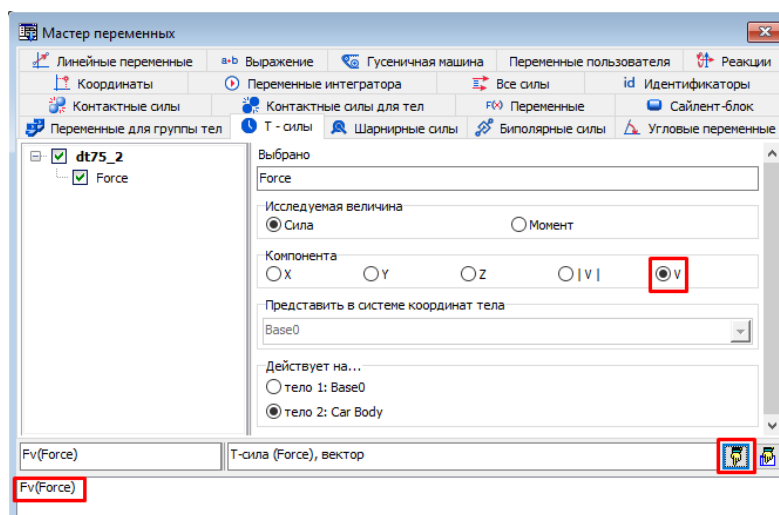

Рис. 26. Окно мастера переменных: добавление вектора силы
- Теперь добавим вектор силы в анимационное окно. Для этого в окне мастера переменных в поле **Компонента** выберите вектор (**V**) и добавьте переменную в контейнер при помощи кнопки **Добавить переменную в контейнер** . После этого в контейнере появится переменная **Fv(Force)** (рис. 26).